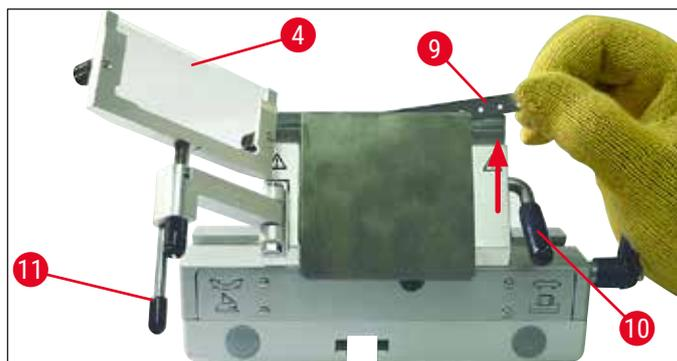

Fig. 35
2. Ouvrez le levier de serrage (→ Fig. 35-10) en le tournant dans le sens inverse des aiguilles d'une montre (→ "Fig. 35").